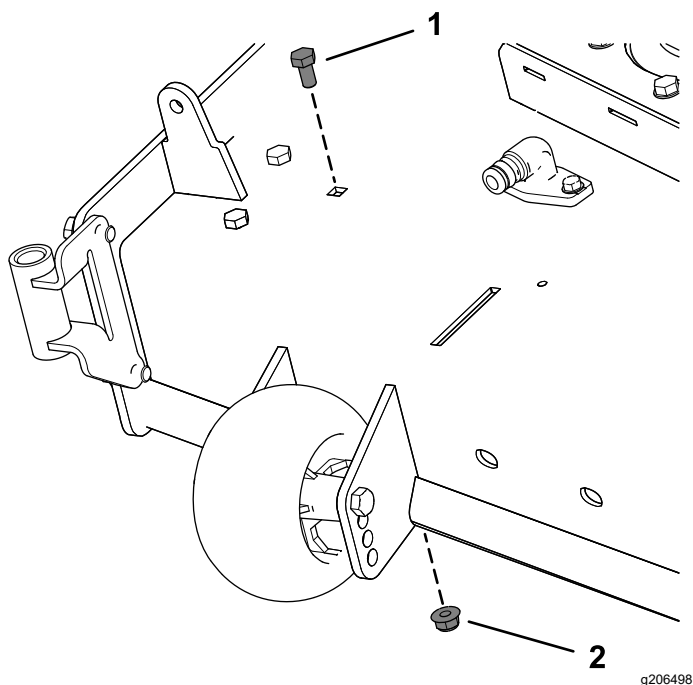

Figura 9
2. Skinite postojeći zavrtnj i navrtku sa kućišta kosilice (Figura 9).
Kod kućišta kosilice od 137 cm skinite zavrtnj i navrtku kako je prikazano na Figura 9.